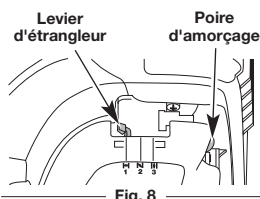
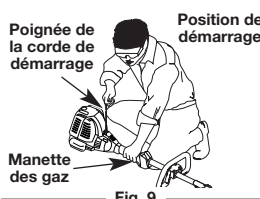

Fig. 8
Fig. 9
AVERTISSEMENT : évitez tout démarrage accidentel. Tenez-vous en position de démarrage lorsque vous tirez sur la corde de démarrage (Fig. 9). L'opérateur et l'appareil doivent tous deux être en position stable pour éviter des blessures graves. Vérifiez la bonne installation de l'accessoire avant le démarrage de l'appareil.
3. Lentement, appuyez **10 fois** de suite sur la poire d'amorce. Une certaine quantité de carburant devrait être visible dans la poire d'amorce (Fig. 8). Si l'essence n'est pas visible dans la poire d'amorce, poussez et relâchez la poire jusqu'à ce que l'essence soit visible.
4. Mettez le levier d'étranglement en **Position 1** (Fig. 8).
5. Placez-vous en position de démarrage (Fig. 9). **ENFONCEZ et GARDEZ ENFONCÉE la manette des gaz pendant TOUTES les étapes suivantes.** Tirez 5 fois sur le cordon de démarrage.
6. **Gardez la manette des gaz enfoncée.** Mettez le levier d'étranglement en **Position 2** (Fig. 8).
9. **Gardez la manette des gaz enfoncée.** Mettez le levier d'étranglement en **Position 3** (Fig. 8).
5. Placez-vous en position de démarrage (Fig. 9). Placez le démarreur électrique ou Power Start Bit™ à l'arrière de l'appareil (Fig. 37). Consultez la section *Mode d'emploi* du manuel du démarreur électrique ou de Power Start Bit™.
6. **ENFONCEZ et GARDEZ ENFONCÉE la manette des gaz pendant TOUTES les étapes suivantes.** Maintenez enfoncé pendant 2 secondes le bouton de démarrage électrique ou de mise en MARCHÉ de la perceuse (I).
7. **Gardez la manette des gaz enfoncée.** Mettez le levier d'étranglement en **Position 2** (Fig. 8).
8. **Gardez la manette des gaz enfoncée.** Maintenez enfoncé pendant 2 secondes le bouton de démarrage électrique ou de mise en MARCHÉ de la perceuse (I) jusqu'à ce que le moteur démarre.
11. **Gardez la manette des gaz enfoncée.** Mettez le levier d'étranglement en **Position 3** (Fig. 8).